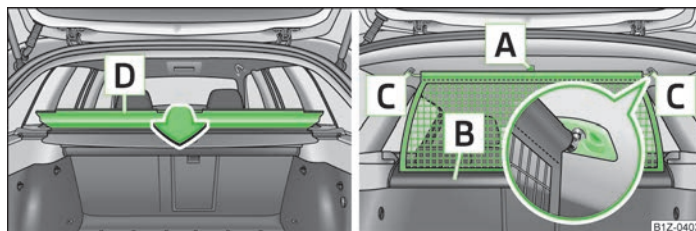
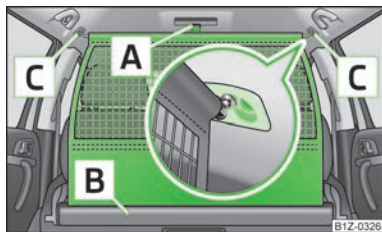

Fig. 59 Rabatarea capacului compartimentului de depozitare / demontarea peretelui din plasă
Fig. 60
- Asigurați-vă că bara transversală este introdusă în locașurile **C** » fig. 59 la pagina 65, respectiv » fig. 60 la pagina 66 în poziția cea mai din față!
- ▶ Rabatați capacul compartimentului de depozitare **D** » fig. 59 din spatele scaunelor posterioare.
- Rabatați capacul compartimentului de depozitare **D** » fig. 59 din spatele scaunelor posterioare.
- Trageți peretele despărțitor din plasă de chinga **A** » fig. 60, pentru a-l scoate din carcasa **B**.
- Trageți puțin în spate bara transversală, mai întâi pe o parte, apoi pe partea cealaltă, și scoateți-o din prinderile **C** » fig. 60.